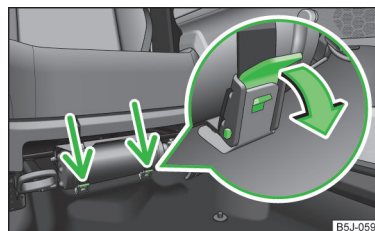

Fig. 142
- Desfaceți ambele chingi trăgând de siguranțele respective în sensul săgeții » fig. 142.